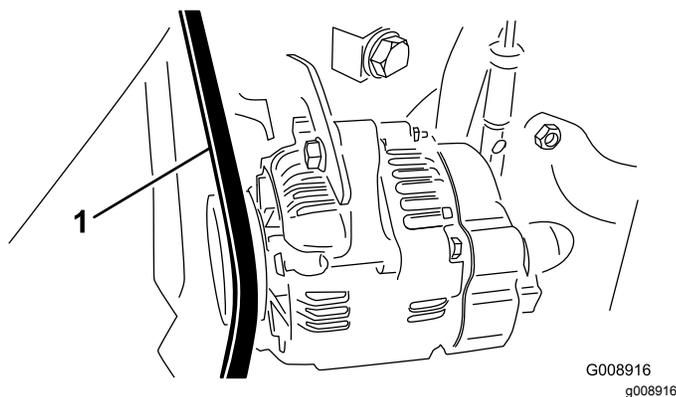

图70
2. 检查发电机/风扇皮带张紧力的方法使用 30N·m 的力按压交流发电机和曲轴箱皮带轮之间的皮带中间位置图70。